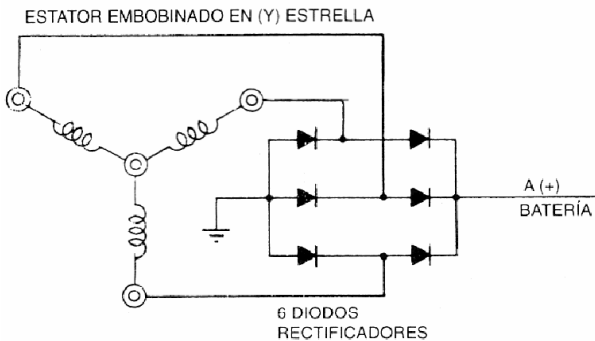

Figura 1.21
A. El alternador. La corriente alterna que genera el alternador se rectifica para convertirla en corriente directa. La rectificación se realiza por medio de un circuito de **diodos rectificadores** (figura 1.21).